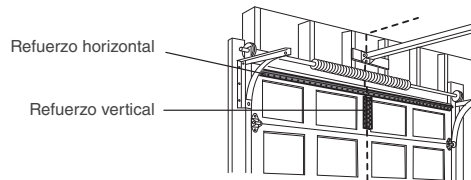

FIGURA 1
- Taladre orificios de sujeción de 3/16". Fije el soporte de la puerta usando los dos tornillos autorroscantes de 1/4"-14x5/8". (Figura 1)